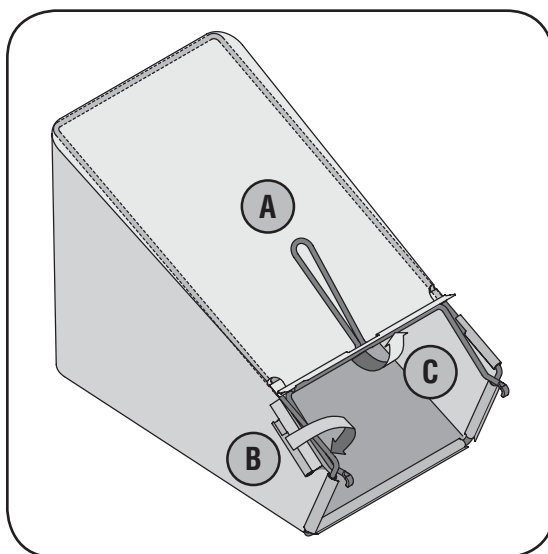

Figure 3-3
- a. Glissez le sac sur l'armature (côté en plastique noir sur le dessous). Enfoncez les crochets de l'armature dans les trous des glissières en plastique du sac à herbe. Voir la Figure 3-3.
- b. Attachez le sac sur l'armature en accrochant les glissières sur l'armature, comme à la Figure 3-3.